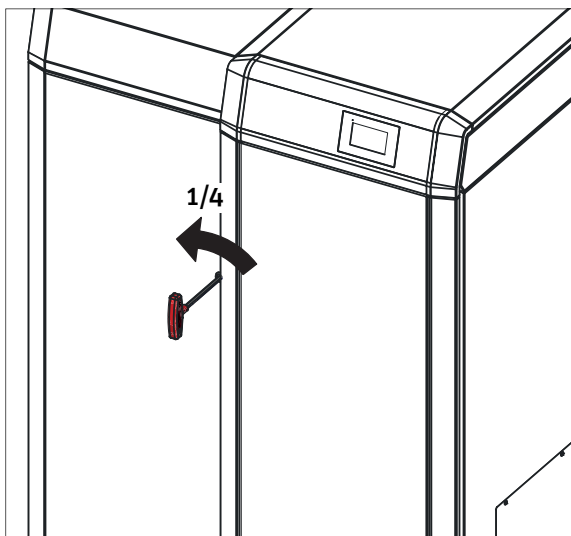
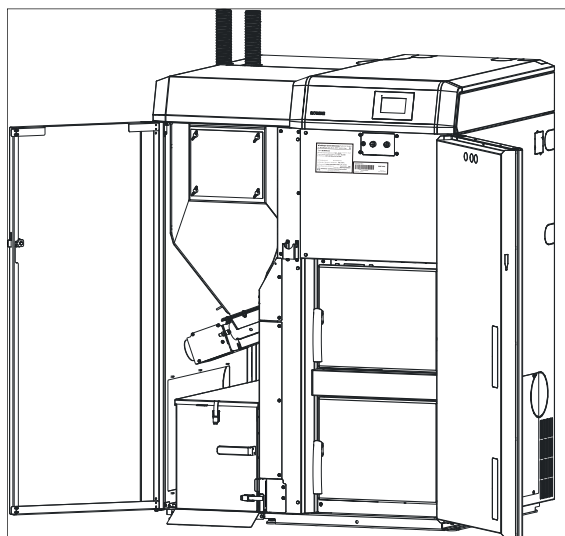

Fig. 5 Aprire la porta di contenimento con la chiave a brugola
Fig. 6 Porta di contenimento aperta
- Inserire la chiave a brugola, ruotare di un quarto di giro verso sinistra e aprire la porta di contenimento – Fig. 5, Fig. 6.